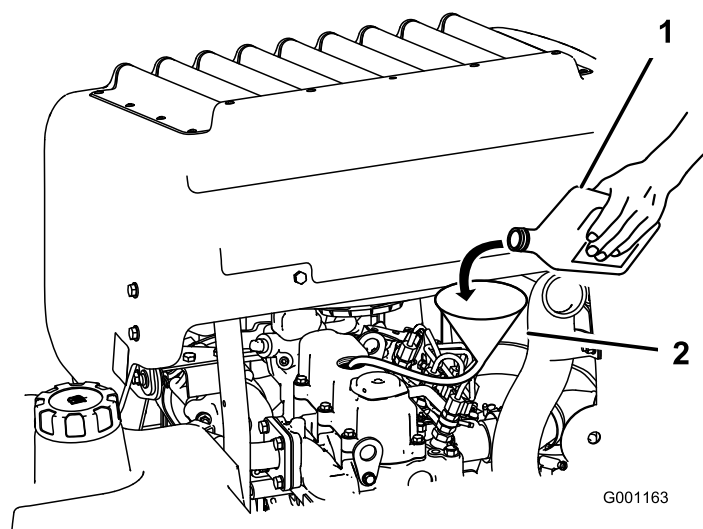

Figura 56
3. Utilice un tubo y un embudo para añadir aceite a la máquina (Figura 56).